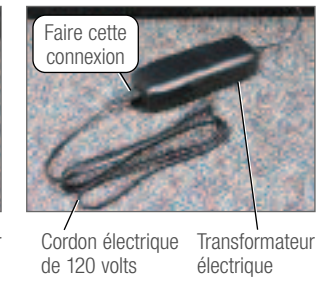

FIGURE 12
- Brancher le petit câble en Y au connecteur du moteur et au connecteur du porte-gobelet éclairé derrière l'unité d'alimentation du modulaire mobile (FIGURE 12).